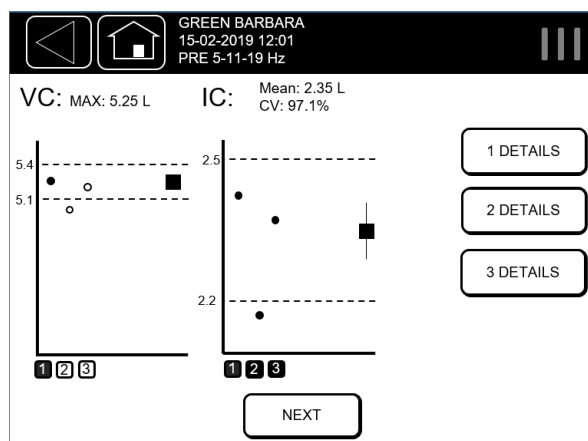
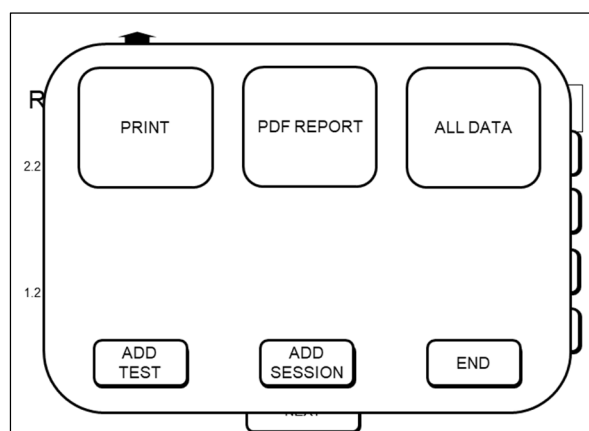

Figura 52 - Esempio di una sessione di volume di spirometria lenta
Figura 53 - Stampare o esportare i risultati di una sessione
I risultati di una sessione includono sia il riassunto dei parametri FOT misurati durante la sessione (Figura 52) sia i parametri della spirometria lenta, quando misurata (Figura 53).
L'esempio in Figura 52 mostra i risultati di una sessione che include tre manovre di spirometria lenta. La parte superiore dello schermo mostra i valori di Capacità Vitale Lenta (VC), la media (M) e il coefficiente di variazione intra-test (CV) della Capacità Inspiratoria (IC), calcolato in base alle misure selezionate. La VC massima e la media di IC sono rappresentati graficamente da quadrati pieni. Le misure selezionate per il confronto di questi valori sono rappresentate da cerchi pieni. Le linee tratteggiate rappresentano un'area di ± 0.15 L (o ± 0.1 L se il parametro di volume è < 1 L) a partire dalla VC massima o dalla IC media. E' possibile selezionare o deselectare una misura premendo il tasto corrispondente al suo numero nella parte inferiore del grafico. La IC media, la VC massima e l'area di variabilità nei grafici si aggiorneranno di conseguenza.
Di default il volume VC selezionato ed evidenziato è quello di valore massimo (Figura 52).
- Selezionare *SAVE* per salvare il test nella memoria interna del dispositivo. Se si decide di salvare il test, la schermata successiva consente di stampare il referto utilizzando la stampante USB PostScript collegata al dispositivo, esportare il referto del test in formato PDF, esportare tutti i dati (TUTTI I DATI), AGGIUNGERE una nuova misura alla sessione esistente (a meno che non sia stato raggiunto il limite massimo di cinque misure) o terminare le misurazioni (Figura 53).